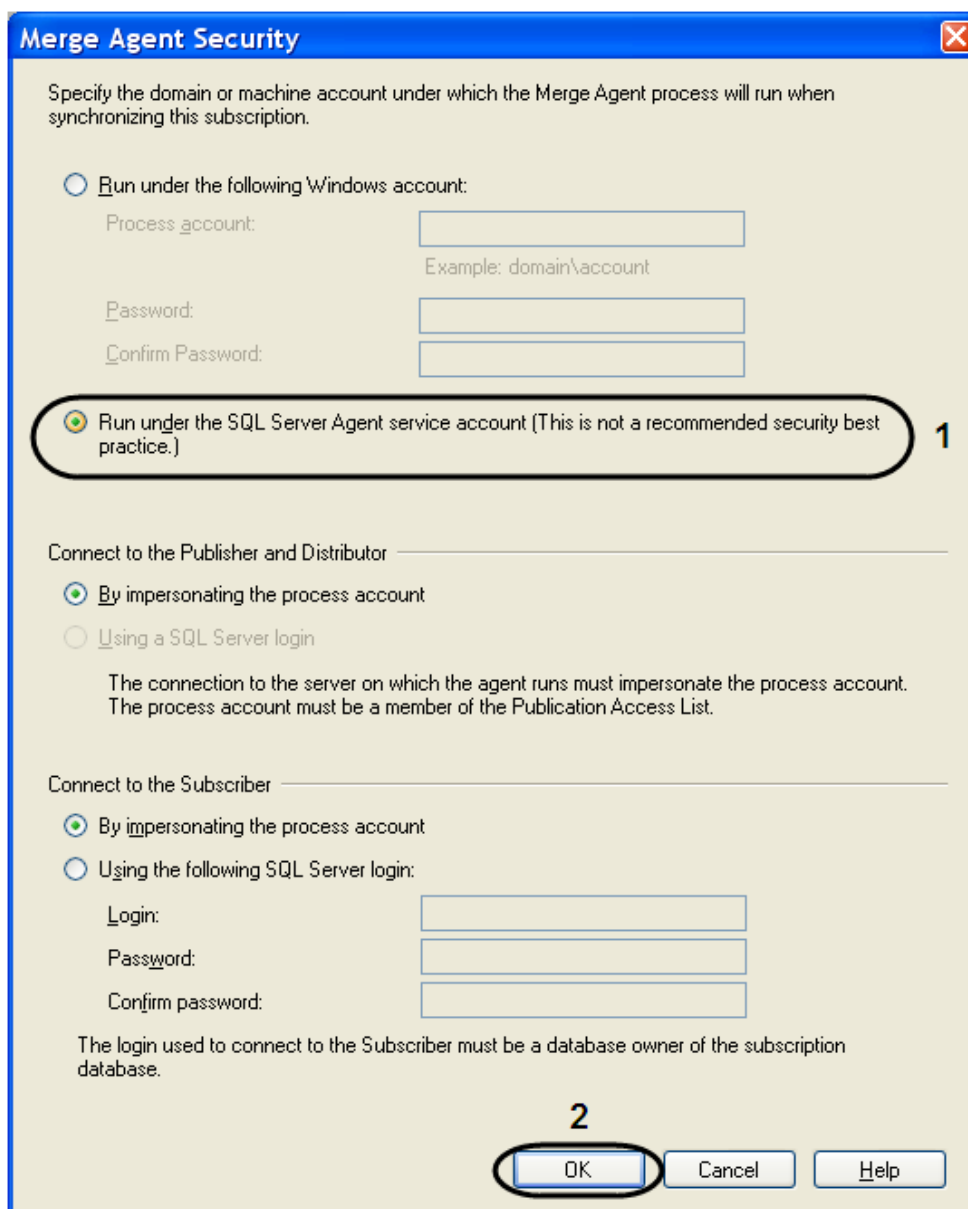

Рис. 11.3—17. Окно «Merge Agent Security»
15. Для продолжения нажать кнопку «Next» (Рис. 11.3—16).